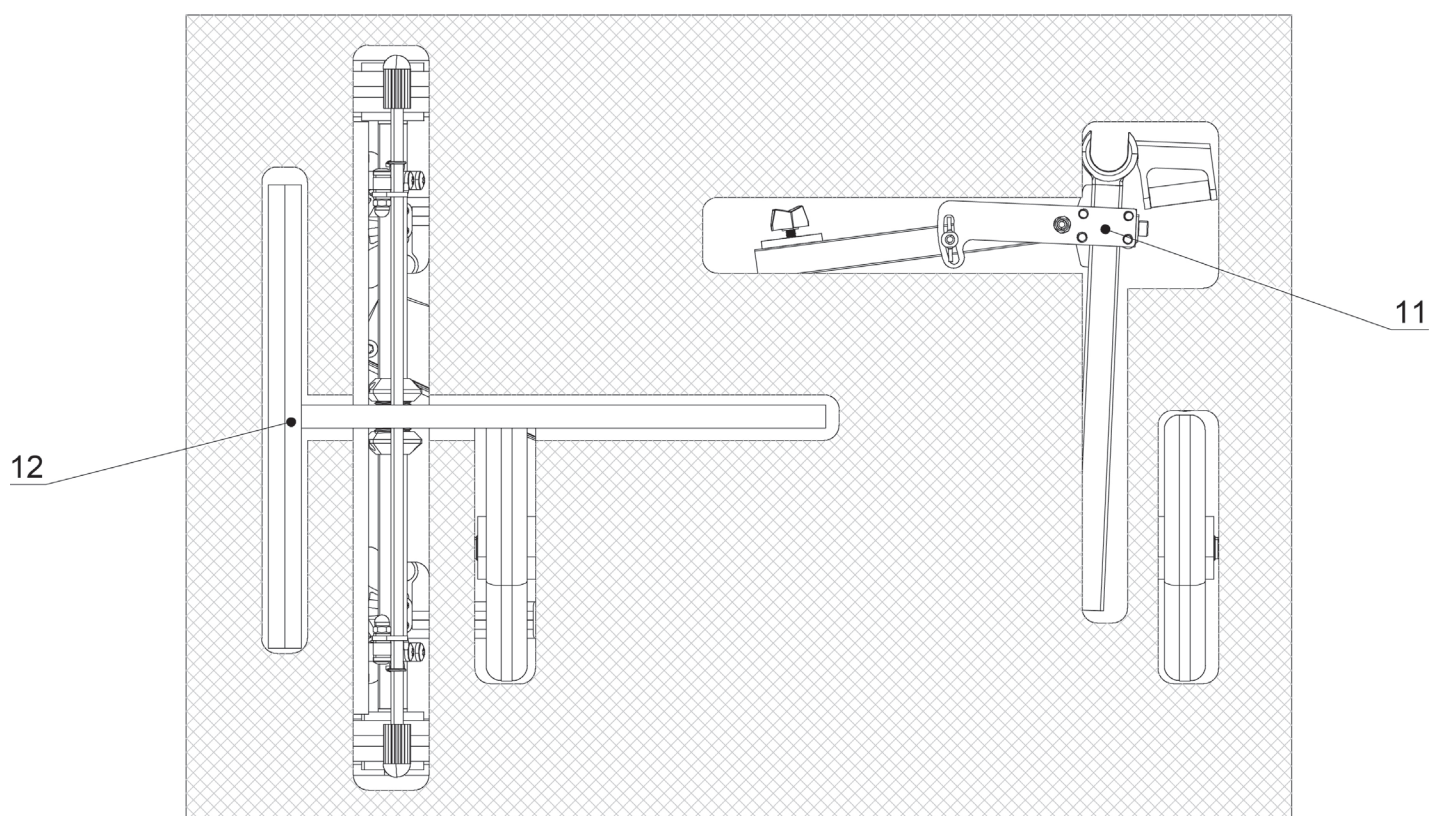

Рисунок. 10.2 Расположение основных деталей реабилитационного тренажера Экзобот в транспортной упаковке
8. Вставить руль (поз. 12, рис. 10.2) в трубу руля (поз. 11, рис. 10.2) и зафиксировать барашковой гайкой на трубе руля. Регулировка наклона руля осуществляется после ослабления барашковой гайки, находящейся внизу трубы руля (поз. 11, рис. 10.2).